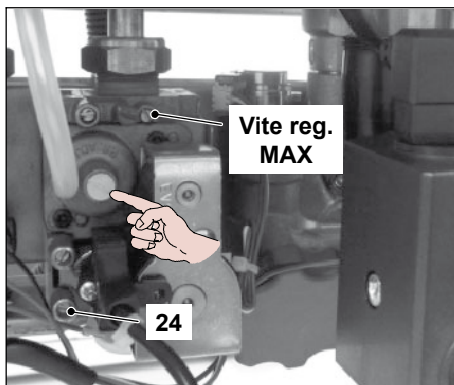

Figura 7.6
- A caldaia spenta (fuori servizio), controllare la pressione di alimentazione utilizzando la presa 24 in Figura 7.6 e confrontare il valore letto con quelli riportati nella tabella Pressioni di alimentazione gas nella sezione "Dati tecnici" pag. 17.
- Per tarare il CO_2 della caldaia (pressione del gas al bruciatore) svitare il tappo in ottone e agire sulla vite a brugola \varnothing 4 mm Figura 7.6
- Se i due dati non coincidono agire sulla vite regolazione massimo RQ (Figura 7.6) della valvola gas e tarare il CO_2 allo stesso